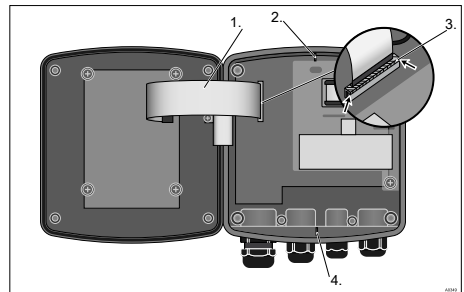

Abb. 39: Flachbandkabel lösen
Der Sockel des Flachbandkabels ist fest auf der Platine verlötet. Der Sockel kann nicht demontiert werden. Zum Lösen des Flachbandkabels muss die Verriegelung (3) des Sockels geöffnet werden, siehe Abb. 39
Der Socket des Flachbandkabels ist fest auf der Platine verlötet. Der Socket kann nicht demontiert werden. Zum Lösen des Flachbandkabels muss die Verriegelung (3) des Sockels geöffnet werden, siehe Abb. 39